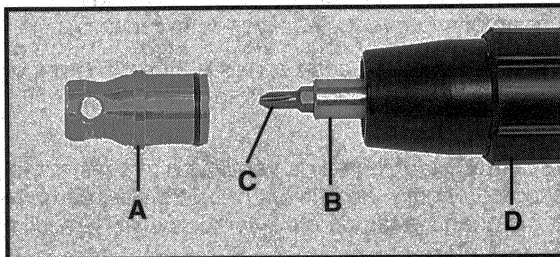

Fig. 2
2. Tordez et tirez la pièce avant (A), Fig. 2, en aluminium hors de l'ensemble de butée de profondeur.
3. Tirez le porte-mèche (B) Fig. 2, droit vers l'extérieur. S'il est difficile à retirer, saisissez-le avec des pinces et tirez. **REMARQUE :** La mèche (C), Fig. 2, peut être retirée du porte-mèche en la tirant droit vers l'extérieur.
1. Tirez le collier de réglage (D), Fig. 2, vers l'avant (à l'écart du bloc moteur) et tenez-le tout en exécutant l'étape 2.